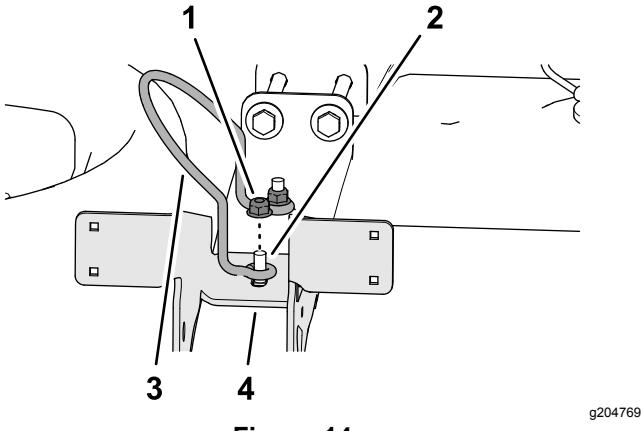

Figura 14
- Monte o batente da tampa do depósito e duas porcas de bloqueio flangeadas que removeu no passo 1 nos dois parafusos de carroçaria superiores (Figura 14).